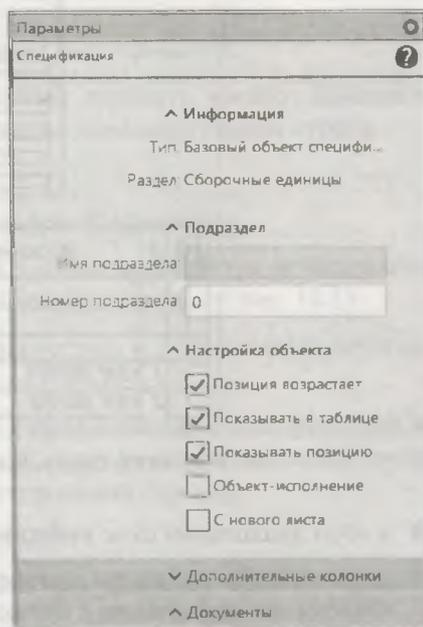

Рис. 15.12. Панель Параметры: Спецификация
- ♦ выделите ЛК мыши строку **Сборочный чертеж**. На панели **Параметры: Спецификация** (рис. 15.12) в разделе **Информация** в поле **Тип: Базовый объект**, в поле **Раздел: Сборочные единицы**;